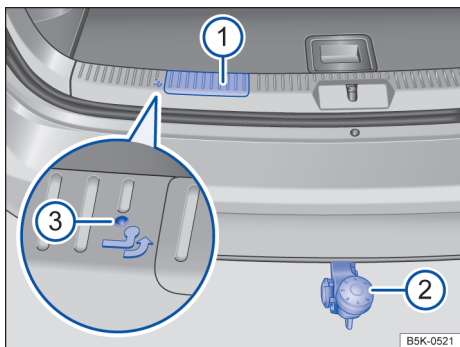

Fig. 152 No compartimento de bagagem: rebater a rótula de engate para fora.
- Para destravar a rótula de engate, retirar o manípulo → Fig. 152  verticalmente e segurar até que a rótula de engate esteja destravada. Por força da gravidade, a rótula de engate gira um pouco
- Continue girando a rótula de engate manualmente, até que encaixe de modo audível e perceptível. Atentar para que a luz de controle → Fig. 152  se acenda em verde.
- Retirar o manípulo → Fig. 152  verticalmente para fora até que a rótula de engate  gire.
- Não utilizar o dispositivo de reboque se a luz de controle → Fig. 152  não se acender em verde.
- Com o manípulo → Fig. 152 ① a rótula de engate é apenas destravada. Girar para fora e encaixar deve ser realizado manualmente. Se for puxado muito forte pelo manípulo, o mecanismo de destravamento pode ser danificado.
- Nunca ativar o manípulo ① se a rótula de engate estiver com carga. O dispositivo de reboque pode ser danificado.